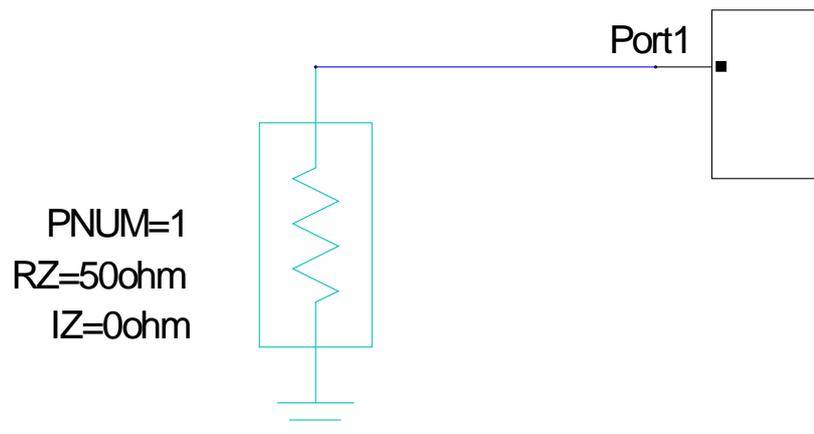

Figure 6.1 : Schéma d'un "N port" avec N =1 et référence connectée à la masse
- 1 click (G) sur "**OK**" dans la boîte de dialogue: "**Reference Port Option**".
- ⇒ Pour un circuit à 1 port avec référence connectée à la masse, on obtient le schéma représenté sur la figure 6.1 :